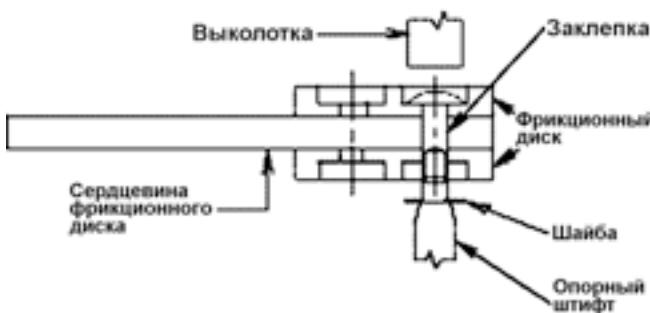
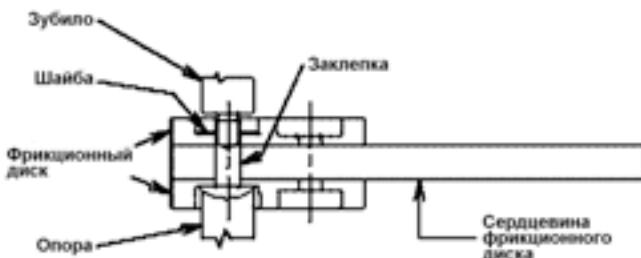

Рис. 12
Рис. 13
- 4.4.5 Заклепку вставляют в любое отверстие и устанавливают с шайбой на расклепываемом конце. На рис. 12 показана установка автоматическим заклепочником, а на рис. 13 – установка заклепок вручную. В случае установки заклепок вручную, пользуются прессом с оправкой и следят за перпендикулярностью расположения установочного приспособления, чтобы не расщепить заклепку.